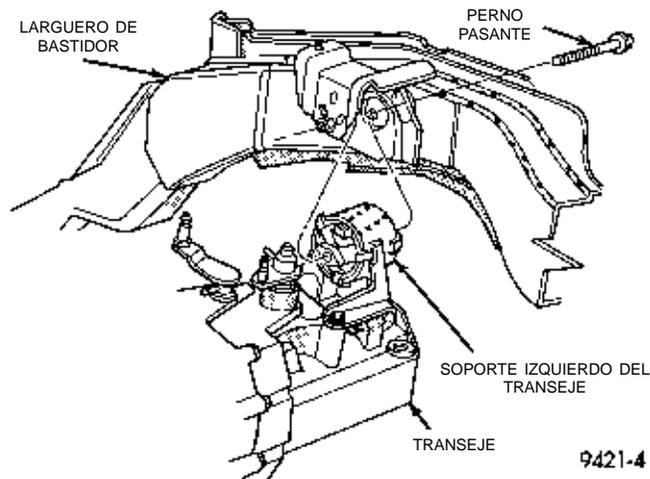

Fig. 29 Perno pasante del soporte izquierdo del transeje
(23) Retire los cuatro pernos de la placa de mando al embrague modular a fin de separar la placa de mando del conjunto del embrague.
(24) Para facilitar el desmontaje del transeje, empuje el conjunto del embrague modular hacia el interior de la caja del convertidor del transeje.
(25) Retire el perno pasante del larguero del bastidor al soporte izquierdo del transeje (Fig. 29).